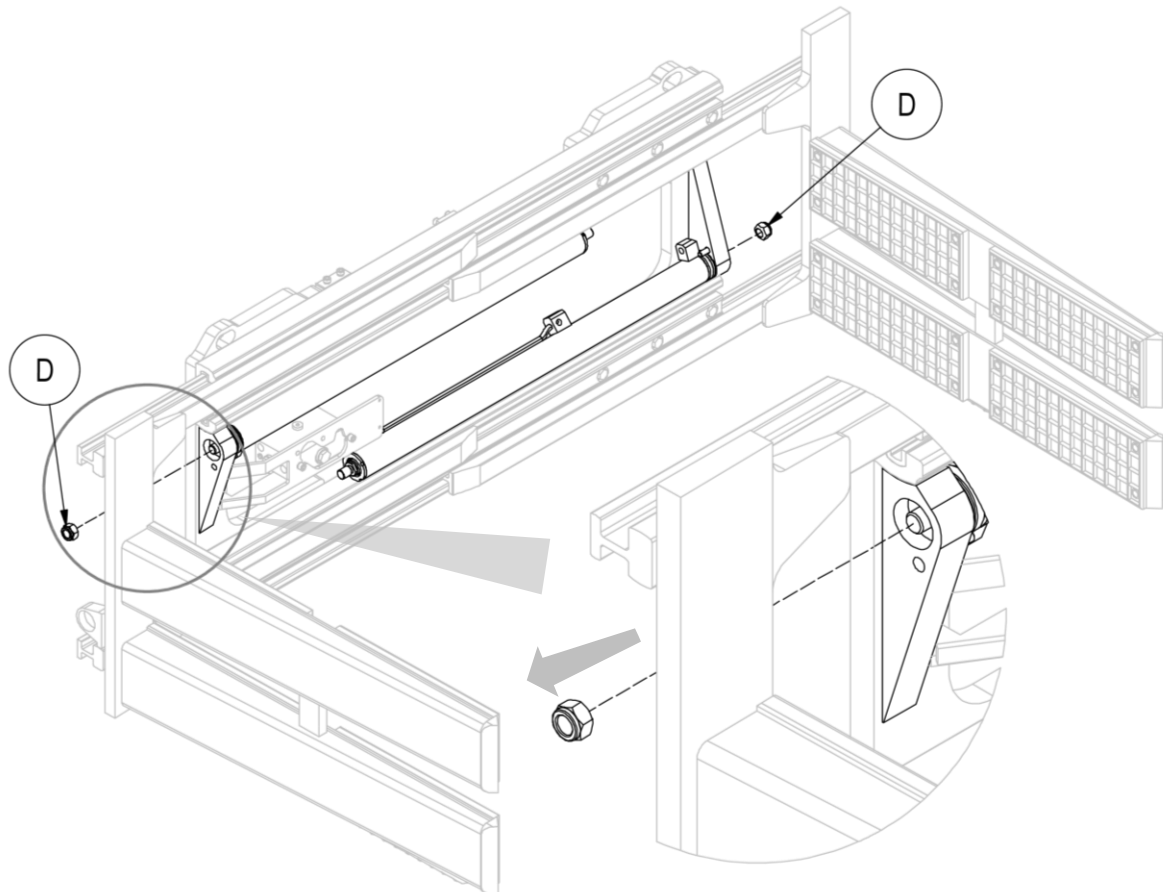

Figura 37
7. Quitar las tuercas D que unen los cilindros a la estructura del implemento y quitar los cilindros mismos, cuidando de no dañarlo (mira *Figura 37*).